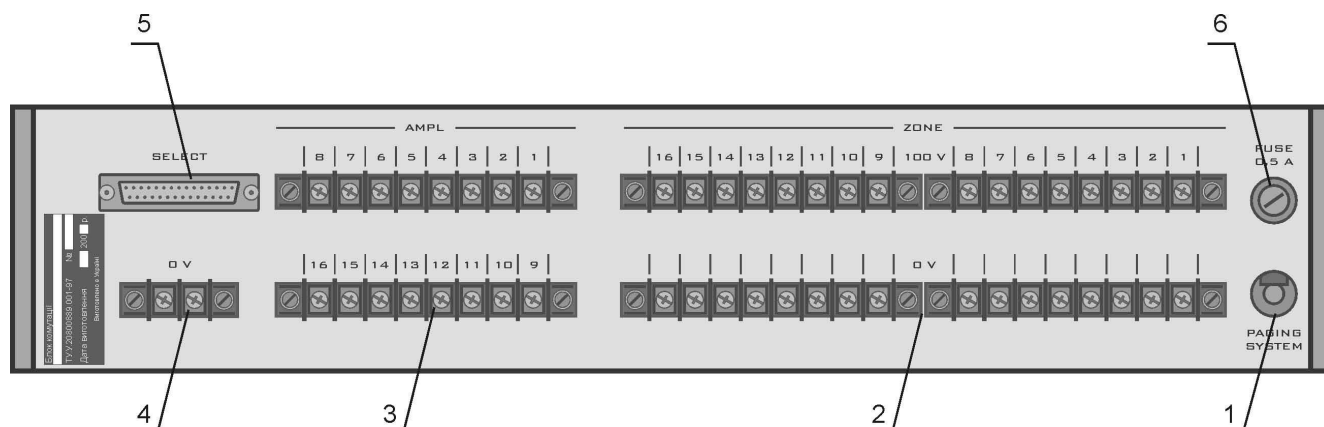

Рисунок 13
9.2.7. Розміщення клем на задній панелі блоку комутації БК вказано на рис. 13